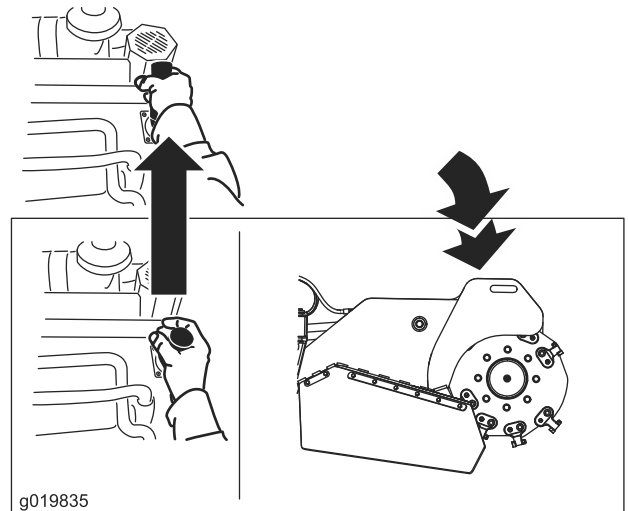

Figura 14
- Para bajar la destoconadora, empuje la palanca hacia adelante (Figura 14).